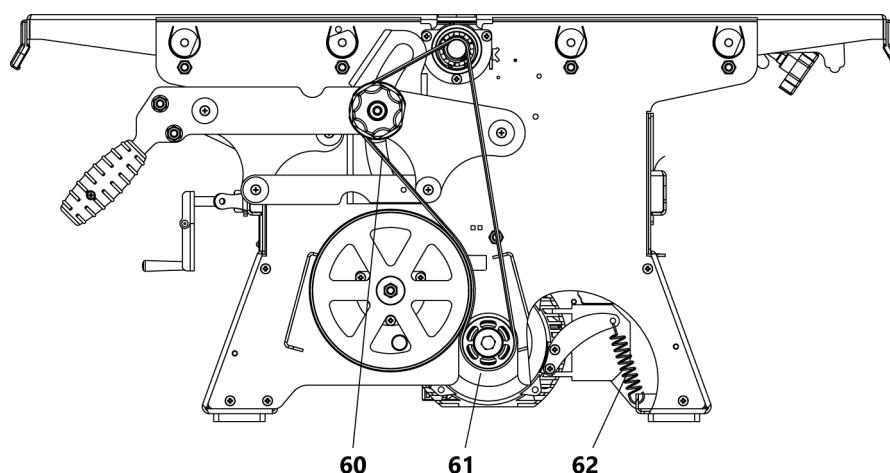

Рисунок 22. Установка приводного ремня
- снять ремень 60 (рис. 22), ослабив его натяжение поднятием двигателя 61 вверх, либо сняв пружину натяжения 62;